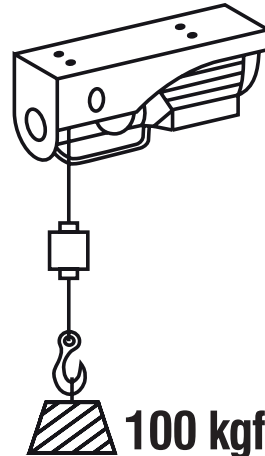

Fig. 15 – Grúa con la configuración simple
- c. Con la configuración simple, sin el gancho con la polea de inversión, la capacidad de carga máxima é de 300 kg (Fig. 15), con elevación máxima de 12 metros de altura.